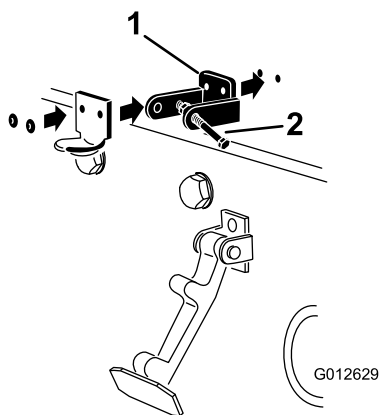

Figure 5
4. Alignez les trous de montage et positionnez le support de loquet CE et le support de loquet du capot sur le capot (Figure 5).
6. Rivez les supports et les rondelles sur le capot (Figure 5).